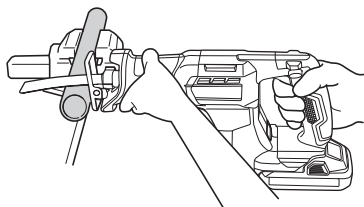

Fig. 23
- (1) Sujete firmemente una pieza de trabajo antes de la operación. (Fig. 23)